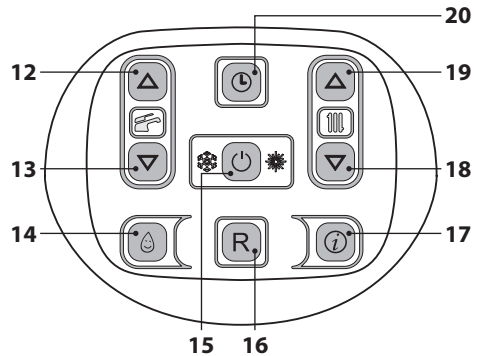

Figura 2.7
- Mantenga pulsado durante 2 segundos el botón 15 hasta que aparezca en el display el símbolo  Figura 2.7.
La temperatura del agua caliente de impulsión de la calefacción puede regularse mediante los botones 18 (reducción) y 19 (aumento) (Figura 2.7) entre un mínimo de aproximadamente 25°C y un máximo de aproximadamente 80°C. La primera vez que se pulsa uno de los dos botones se
De todas formas, si la temperatura ambiente no resultase confortable, se puede aumentar o reducir la temperatura de impulsión de la instalación de calefacción en $\pm 15^\circ\text{C}$ usando los botones 18 (reducción) y 19 (aumento) (Figura 2.7).